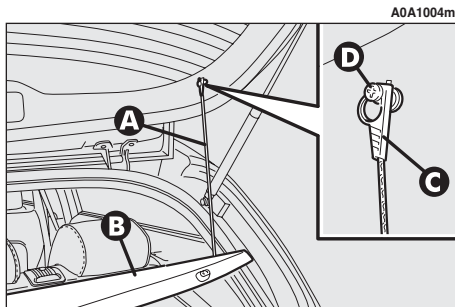

fig. 20
— dégager les extrémités des deux tirants (A-fig. 20) de support de la tablette (B) en sortant les œillets (C) des broches (D);